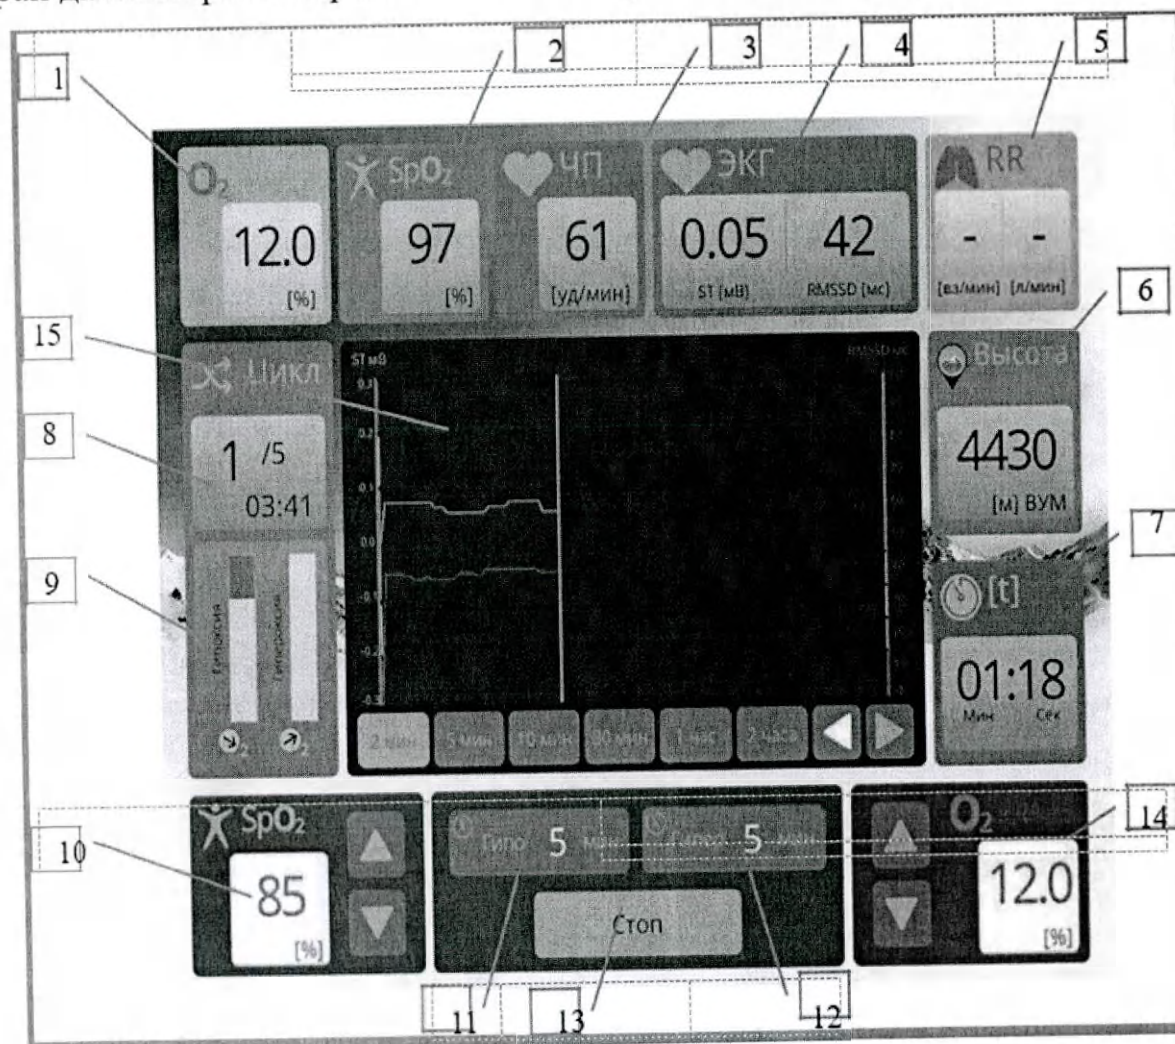

Рисунок 53 – Экран тренировки:
Если датчик SpO₂ не подключён к Аппарату или пользователь не установил его на палец, то элементы 5 и 8 экрана подготовки (рисунок 53) не отображается.
Если к Аппарату не подключён датчик воздушного потока, то верхнем правом углу экрана (рисунок 53) данные ЧД и МОД не будут отображаться
- случае отключения SpO2 индикаторы 2, 3, 10 и графики области 14 на экране (рисунок 53) не отображаются. Аналогично при отключении ЭКГ не отображаются значения индикатора 4, а при отключении датчика воздушного потока не отображаются значения индикатора 5.
При нажатии кнопки  экрана тренировки (рисунок 53) на монитор выводится сообщение, представленное на рисунке 61.